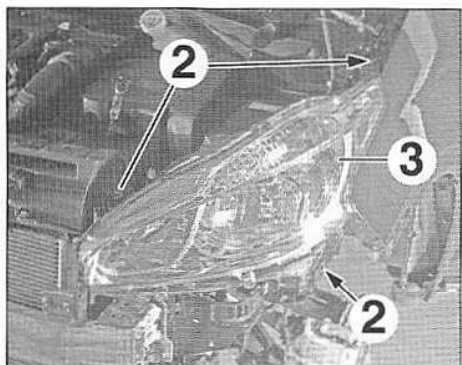

FIG.51
- Déposer les vis (2) (Fig.51).
- Extraire, débrancher et déposer le bloc optique avant (3).